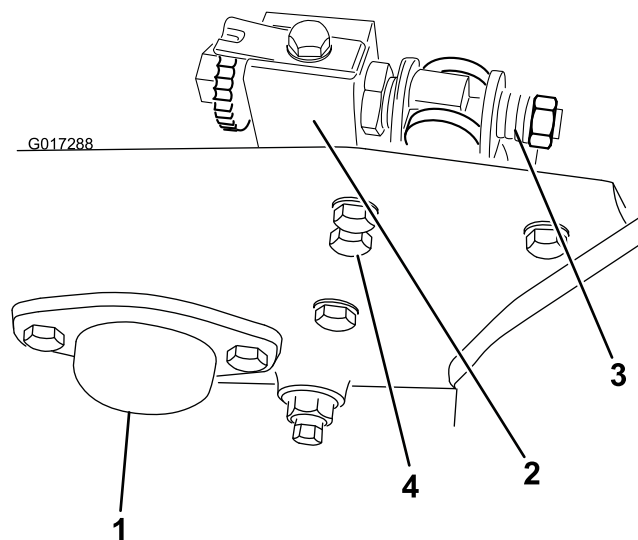

Figura 3
5. Retire os dois parafusos e porcas de bloqueio que fixam o tampão à caixa de rolamentos do cilindro esquerdo e à placa lateral da máquina. Retire e guarde o tampão e os parafusos de montagem para voltar a utilizar, se o aparador for retirado (Figura 3).
6. Utilizando uma chave padrão de 7/8 pol., desaperte os parafusos de tensão da mola nos ajustadores da barra de apoio direito e esquerdo (Figura 3). Abra os parafusos até as anilhas de encosto deixarem de ter tensão contra a barra de apoio.
7. Retire os dois parafusos e anilhas que fixam a estrutura do ajustador da barra de apoio à placa lateral (Figura 3).